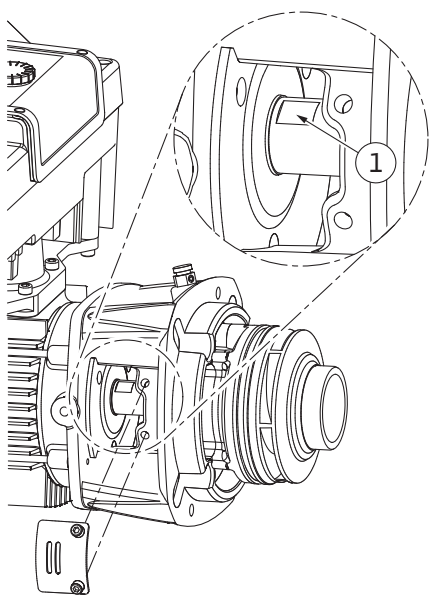

Fig. 110: Superfícies de aperto no veio
14. Introduzir uma chave de boca (tamanho 22 mm) na janela da lanterna e segurar o veio pelas superfícies de aperto (Fig. 110, pos. 1). Desapertar a porca do impulsor (Fig. I, pos. 22). O impulsor (Fig. I, pos. 21) é extraído automaticamente do veio.
- Introduzir uma chave de boca (tamanho 22 mm) na janela da lanterna e segurar o veio pelas superfícies de aperto (Fig. 110, pos. 1).
- Remover a chave de bocas e voltar a montar a chapa de proteção (Fig. I, pos. 27).
- Introduzir uma chave de boca (tamanho 32 mm) na janela da lanterna (Fig. IV, pos. 38) e segurar o veio pelas superfícies de aperto (Fig. 110, pos. 1). Montar o impulsor com a(s) anilha(s) e a porca. Apertar a porca. Evitar danos no empanque mecânico por compressão.
- Limpar a ranhura da lanterna e colocar o novo O-ring (Fig. III, pos. 19).